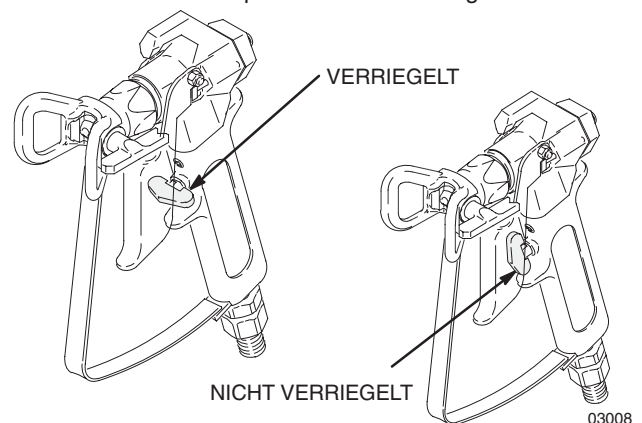

Abb. 1
1. Zum Verriegeln der Abzugssperre den Hebel so drehen, daß er sich im rechten Winkel zum Pistolenkörper befindet. Siehe Abb. 1.
3. Die Schritte unter **Druckentlastung** auf Seite 5 ausführen. Die Abzugssperre muß unbedingt geschlossen sein. Siehe Abb. 1.